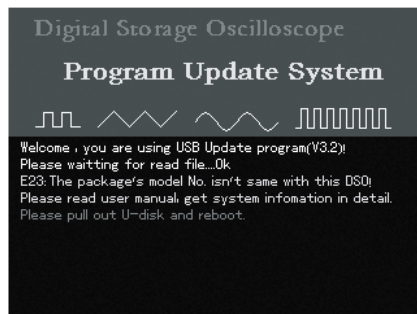

图5-12
7、升级时，读取程序升级包信息，发现程序升级包的型号与当前示波表不一致，将出现图5-12所示，提示“程序升级包的型号与当前示波表不一致，请阅读用户手册，在UTILITY的系统信息中查阅示波表型号，获取与待升级示波表型号一致的升级包。请拔出U盘，重启示波表”。